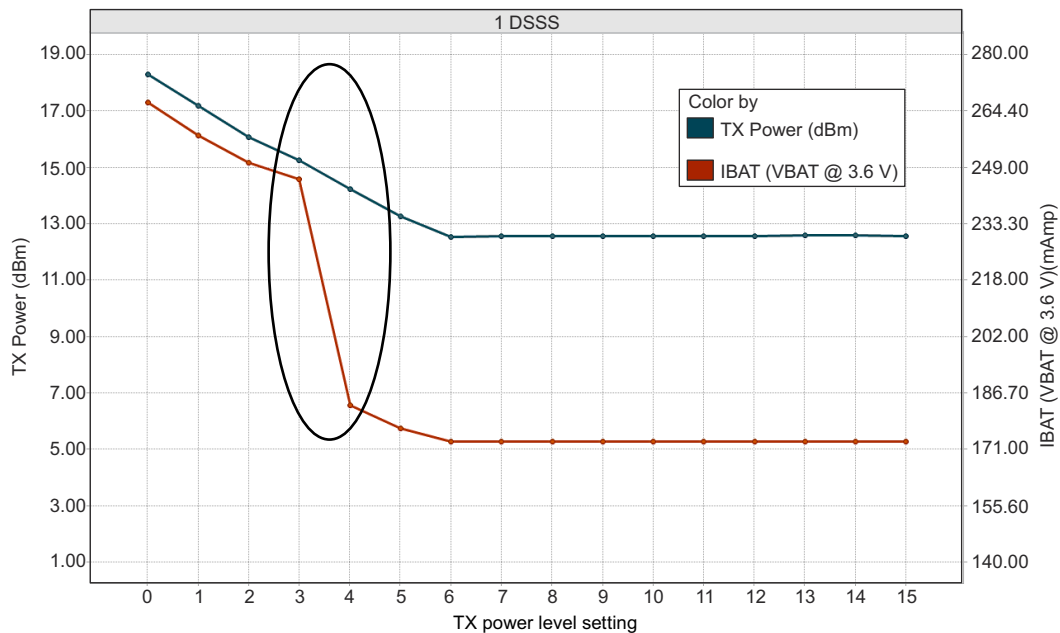
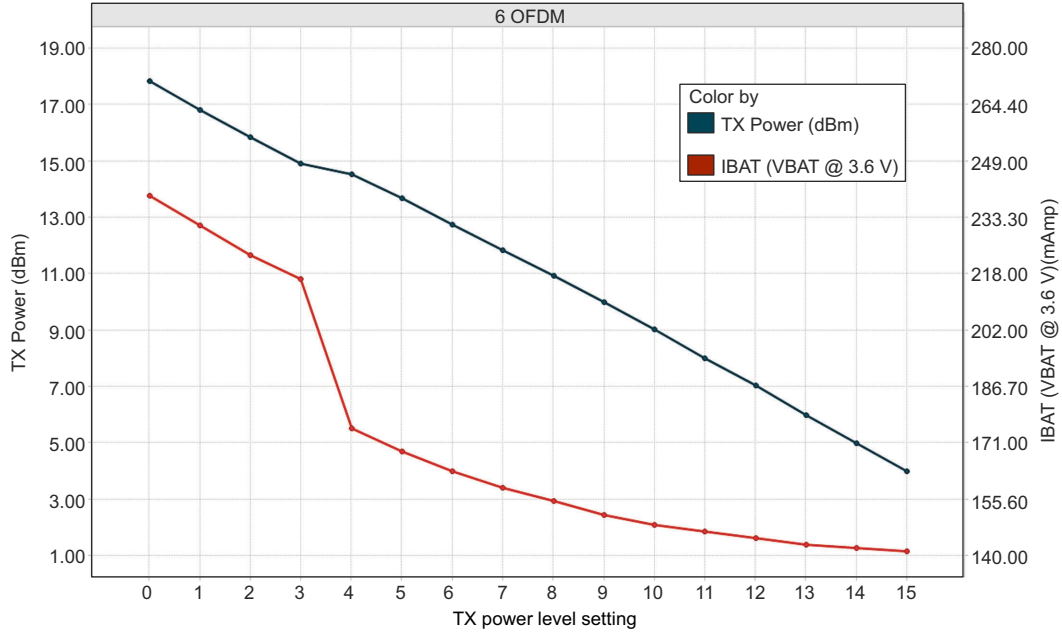
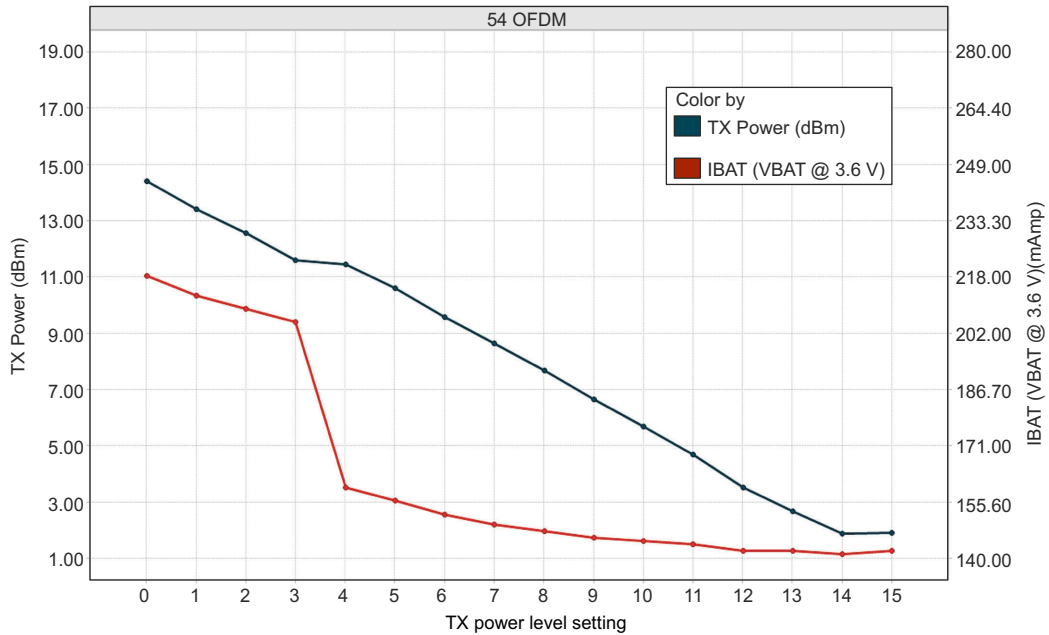

图 7-1. TX 功率和 IBAT 与 TX 功率级别设置间的关系 (1 DSSS)
图 7-2. TX 功率和 IBAT 与 TX 功率级别设置间的关系 (6 OFDM)
图 7-3. TX 功率和 IBAT 与 TX 功率级别设置间的关系 (54 OFDM)
- (1) TX 功率级别 = 0 表示最大功率 (请参阅图 7-2、图 7-2 和图 7-3)。TX 功率级别 = 4 表示输出功率减小约 4dB。
- (2) LPDS 电流不包括外部串行闪存。CC3235MODx 和 CC3235MODAx 可以配置为在 LPDS 模式下保留 0KB、64KB、128KB、192KB 或 256KB SRAM。MCU 保留的 SRAM 的每个 64KB 块将 LPDS 电流增加 4μA。
- (3) DTIM = 1
- (4) 完整的校准可在 24ms 的时间内从电池中吸收多达 17mJ 的能量。很少进行校准，通常在退出休眠模式以及仅当温度变化幅度超过 20°C 时进行校准。校准事件可由串行闪存中的配置文件控制。
- (5) 典型数值假定 VSWR 为 1.5:1。
图 7-1、图 7-2 和图 7-3 分别展示了 CC3235MODS 模块在 1 DSSS、6 OFDM 和 54 OFDM 调制下的 TX 功率和 IBAT 与 TX 功率级别设置间的关系。对于 CC3235MODSF 模块，IBAT 电流会增加约 10mA 至 15mA，具体取决于传输速率。TX 功率级别保持不变。⁴
在图 7-1 中，圆圈包含的面积表示从 TX 功率级别 3 转换到级别 4 期间电流显著减小。对于较低范围要求（14dBm 输出功率），TI 建议使用 TX 功率级别 4 来减小电流。